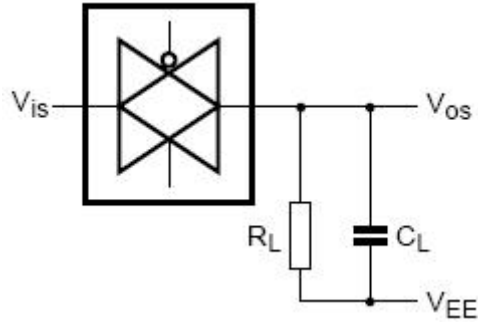

图7、方波失真度、关断频率和导通频率测试图
- 2、 $R_L = 1\text{ k}\Omega$ ;  $C_L = 5\text{ pF}$ , 通道关断,  $20\log V_{os}/V_{is} = -50\text{ dB}$ , 见图7
- 3、 $R_L = 1\text{ k}\Omega$ ;  $C_L = 5\text{ pF}$ , 通道开,  $20\log V_{os}/V_{is} = -3\text{ dB}$ , 见图7